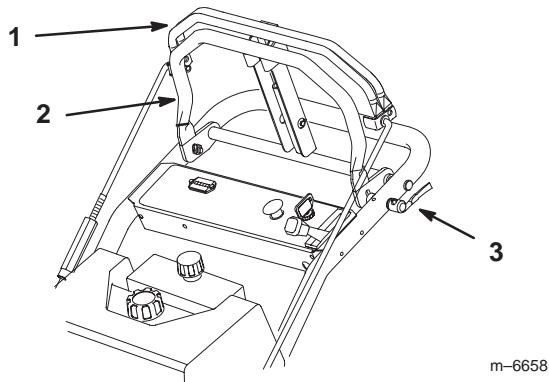

Bild 12
1. Stellen Sie die Schnelllöshebel in die entriegelte Stellung (Bild 12).
2. Schieben Sie den Anschlagbügel nach vorne oder hinten, um die gewünschte Geschwindigkeit einzustellen. Der Zeiger gibt die ungefähre Geschwindigkeit ein (Bild 12). Wenn Sie den Bügel ganz nach vorne schieben, beträgt die Geschwindigkeit ungefähr 10 km/h. Wenn Sie den Bügel in die Mitte schieben, beträgt die Geschwindigkeit ungefähr 5 km/h.
3. Stellen Sie die Schnelllöshebel in die verriegelte Stellung (Bild 12).
1. Drücken Sie zum Vorwärtsfahren den oberen Schaltbügel langsam gegen den Anschlagbügel (Bild 12).
2. Üben Sie zum Geradeausfahren einen gleichmäßigen Druck auf beide Enden des oberen Schaltbügels aus (Bild 12).
3. Reduzieren Sie zum Wenden den Druck auf die Seite des oberen Schaltbügels in der Richtung, in der Sie wenden möchten (Bild 12).
4. Stellen Sie den Anschlagbügel so ein, dass Sie eine komfortable voreingestellte Fahrgeschwindigkeit beibehalten (Bild 12).
5. Lassen Sie zum Anhalten den oberen Schaltbügel los, um beide Räder zu stoppen (Bild 12).
1. Ziehen Sie zum Rückwärtsfahren den Schaltbügel langsam nach hinten (Bild 12).
3. Reduzieren Sie zum Wenden den Druck auf den oberen Schaltbügel entgegen der Richtung, in die Sie wenden möchten (Bild 12).
4. Lassen Sie zum Anhalten den oberen Schaltbügel los, um beide Räder zu stoppen (Bild 12).
1. Lassen Sie zum Anhalten den oberen Schaltbügel los, um beide Räder zu stoppen (Bild 12).